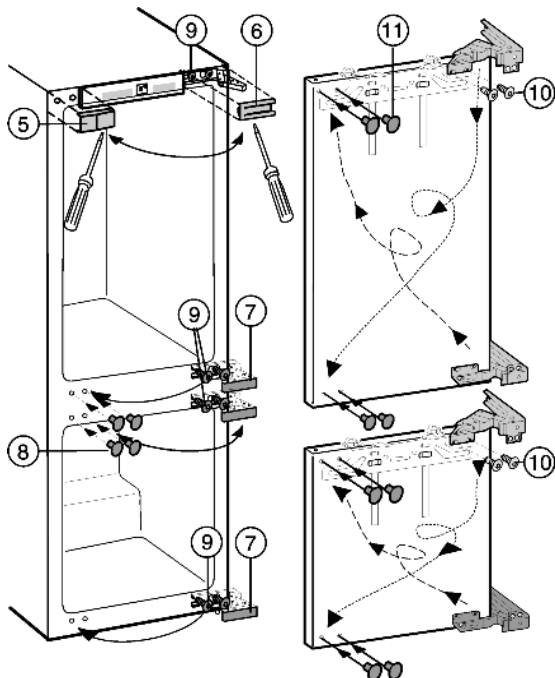

Fig. 4
- Abdeckungen Fig. 4 (5,6,7,8) mit einem Schlitzschraubendreher nach vorn abheben.
- Schrauben Fig. 4 (9) oben und unten am Gerätekorpus nur lösen.
- Schrauben Fig. 4 (9) auf die Gegenseite umsetzen, kurz einschrauben.
- Schrauben Fig. 4 (10) herausdrehen und die Scharniere diagonal umschlagen.
Die Schrauben Fig. 4 (10) sind selbstschneidend: Akku-Schrauber verwenden.
- Mit Stopfen Fig. 4 (11) die freigewordenen Befestigungslöcher verschließen.
- Türen in die vormontierten Schrauben Fig. 4 (9) einhängen und Schrauben festziehen.
- Alle Abdeckungen Fig. 4 (5,6,7,8) wieder montieren.